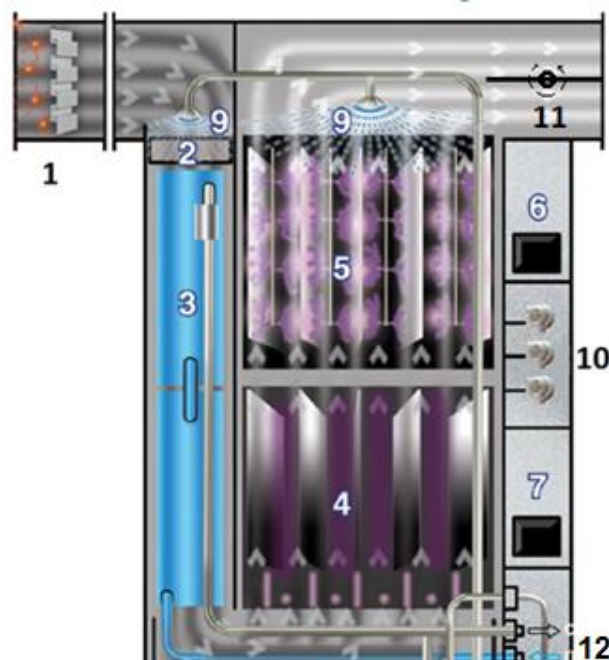

Рис. 2. Функциональная схема "Ятаган "Complex"
- Открыть шибер (Рис. 2, поз. 11)
- Закрыть шибер (Рис. 2, поз. 11)
- Проверить наличие моющего средства в Блоке СМС (Рис. 2, поз. 12)